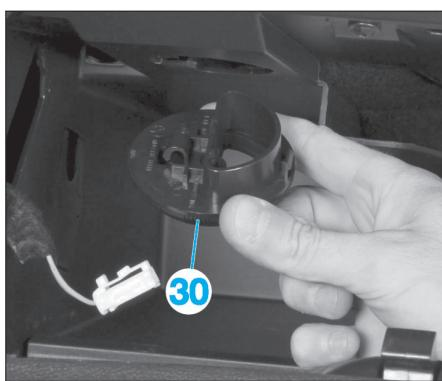

Fig. 16
- Dégrafer et déposer l'aératuer (30) (Fig.16).